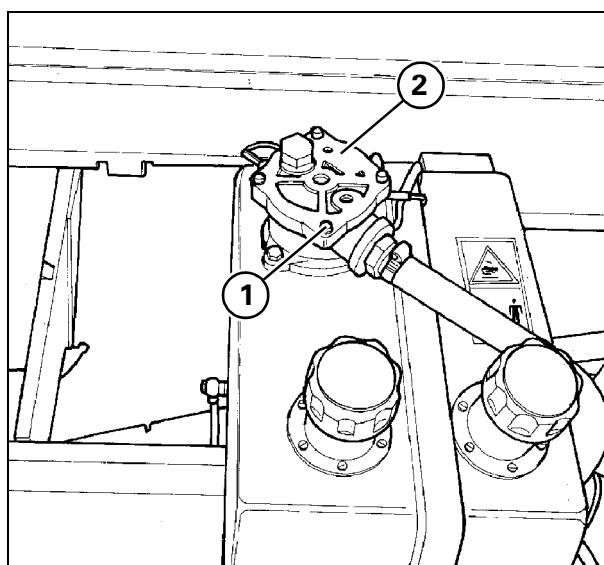

Рис. 73
66. ФИЛЬТР, СИСТЕМА ВСПОМОГАТЕЛЬНОЙ ГИДРАВЛИКИ - Рис. 73